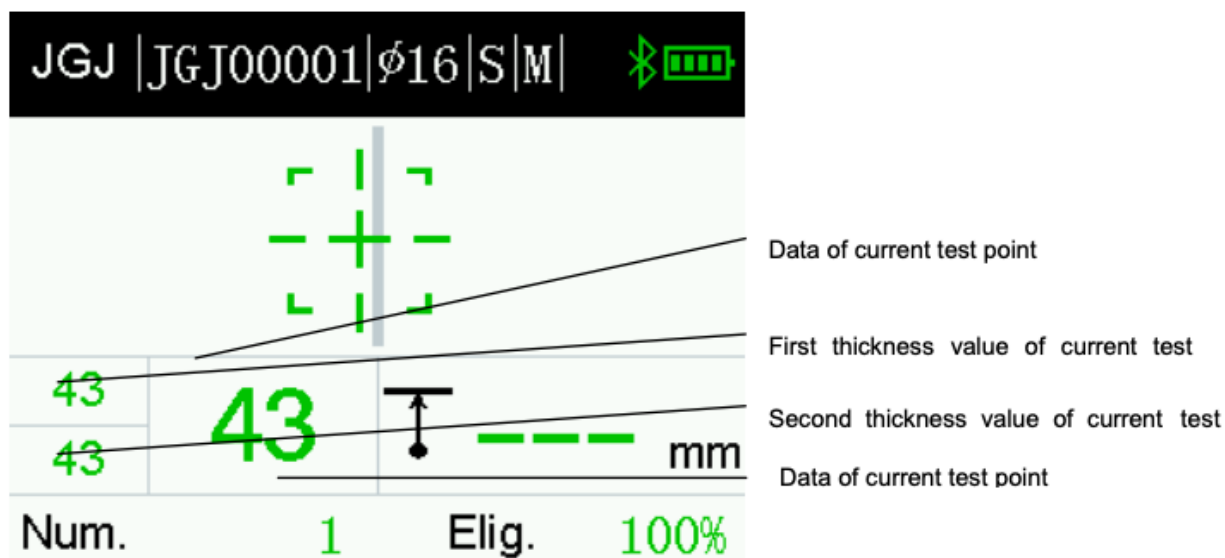

Figura 3.7 Interfaccia di visualizzazione dei dati del punto di prova durante il processo di riesecuzione della scansione JGJ
4. La modalità di scansione JGJ è inizializzata dalla nostra azienda. Quando il parametro di riesecuzione è impostato su 2, due valori di spessore di ciascun punto di prova devono essere memorizzati sotto questa modalità. Si prende la media di questi due spessori di misurazione come valore di spessore deduttivo del punto di prova corrente. L'interfaccia dopo l'attivazione della funzione di riesecuzione è come mostrato in Figura 3.7;